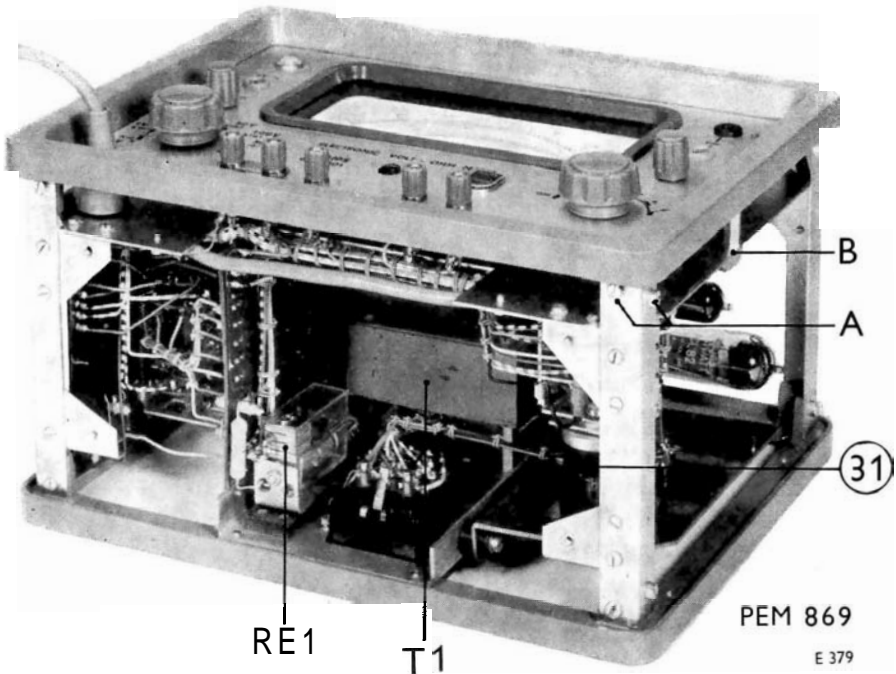

Bild 20. Unteransicht
- Die acht Schrauben „A“ und zwei Schrauben „B“ entfernen (Bild 20).